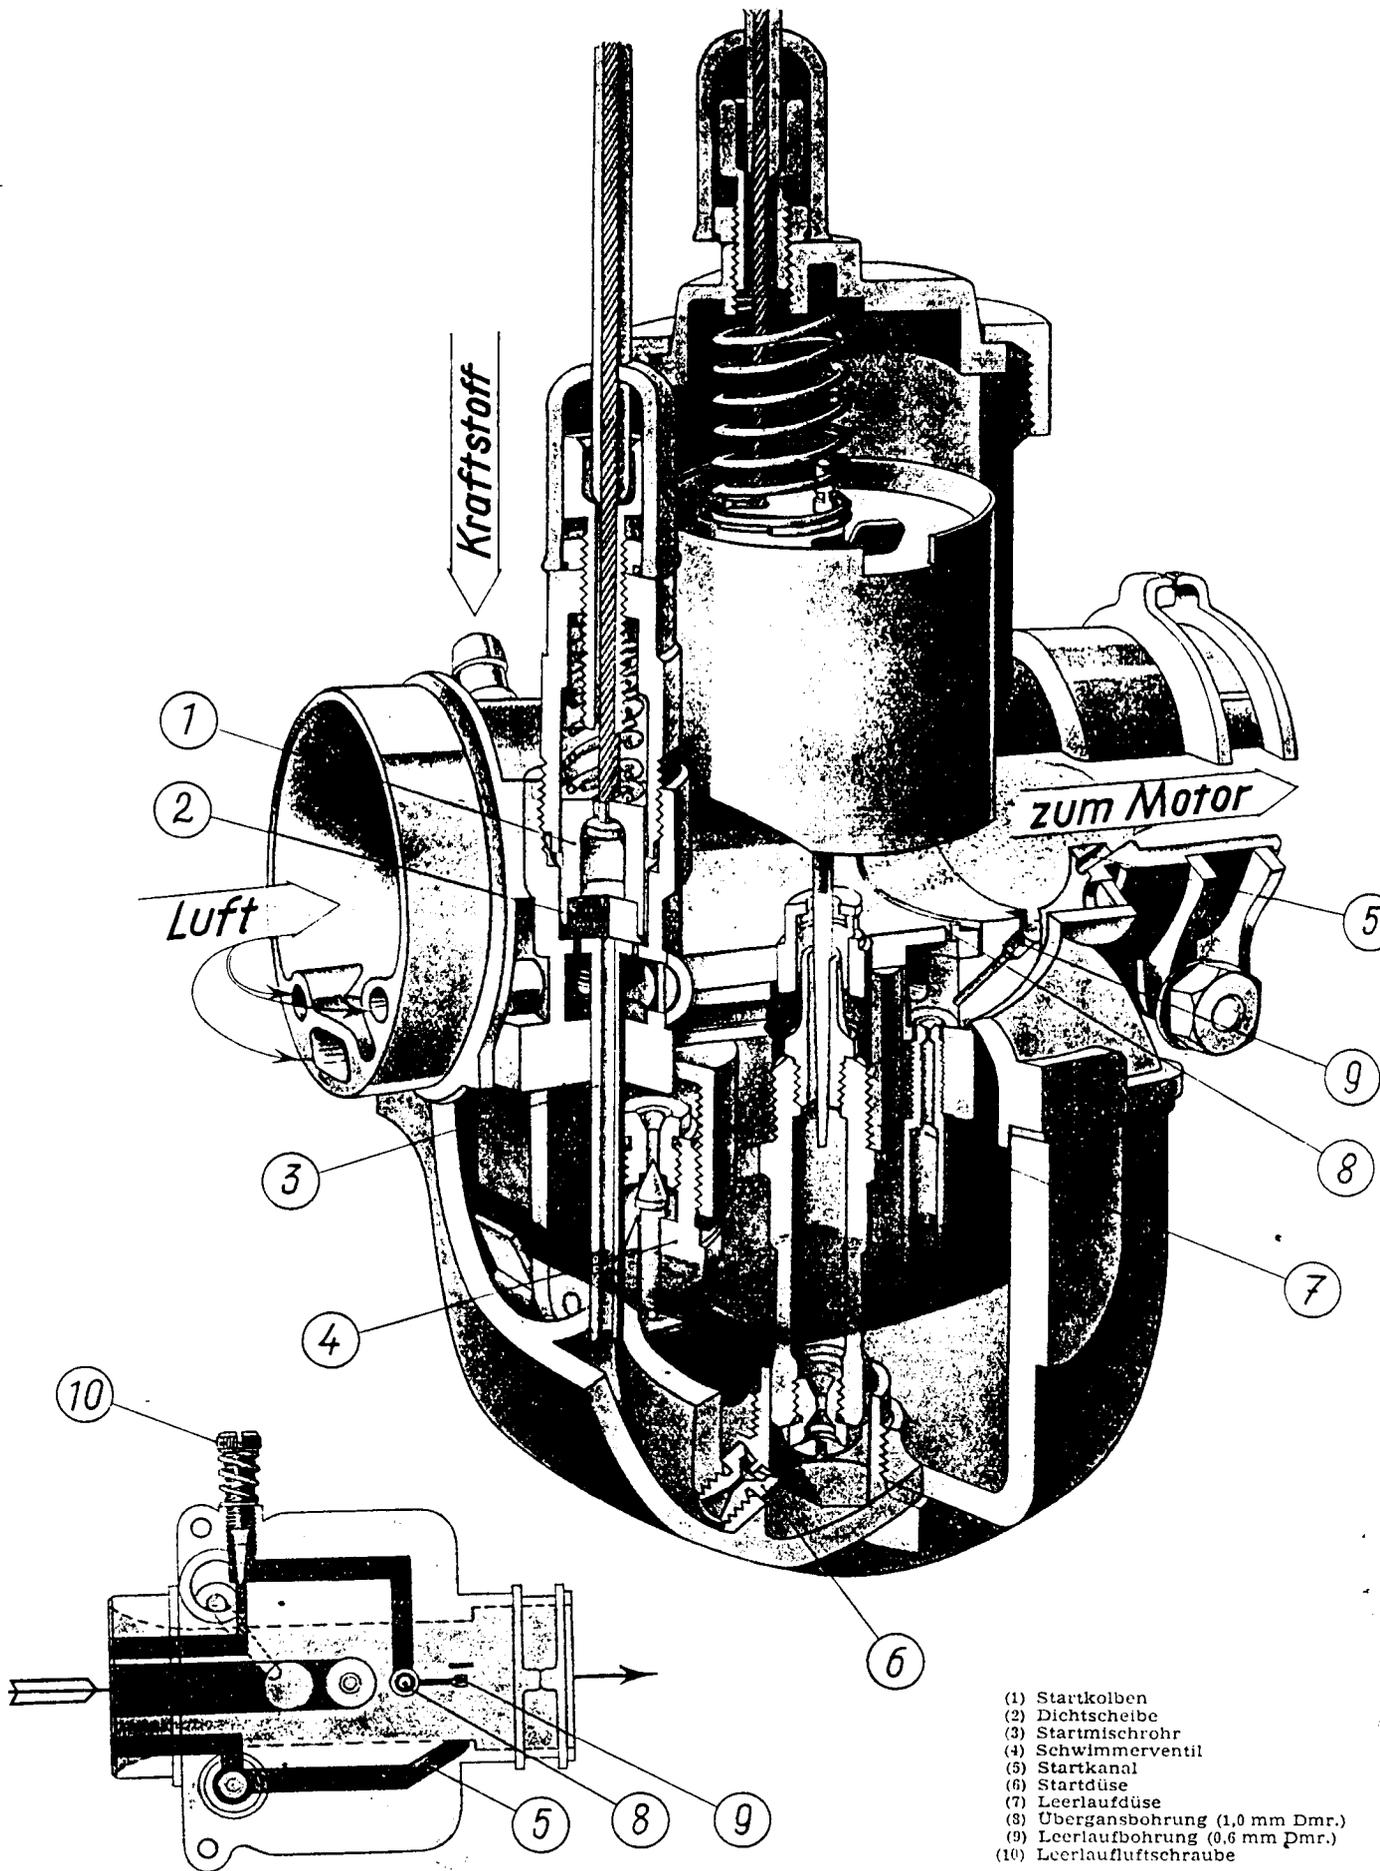

Bild 115. Startvergaser im Schnitt
Bei Kaltstart wird durch Ziehen des Starthebels der Startkolben angehoben. Der im Startmischrohr stehende Kraftstoff wird hochgerissen und vom Motor durch den Startkanal (5) abgesaugt. Dieser Kanal mündet hinter dem Gasschieber im Saugrohr (siehe auch Schemazeichnung Bild 115). Um im Startsystem den erforderlichen kräftigen Sog zu haben, muß der Gasschieber geschlossen sein.
### Zu Bild 115